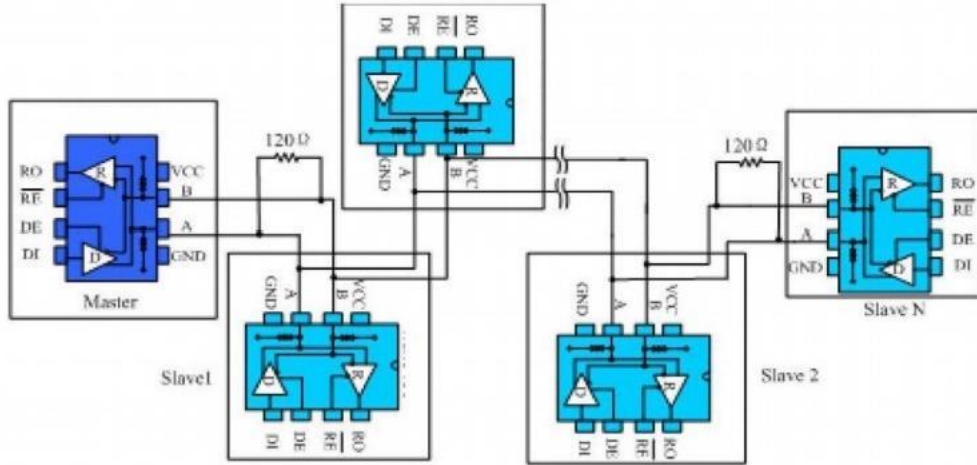

图10手拉手式 **RS485**半双工通讯网络
**手拉手式组网：**又称菊花链拓扑结构，是 **RS485** 总线布线的标准及规范，是 TIA 等组织推荐使用的 **RS485** 总线拓扑结构。其布线方式就是主控设备与多个从控设备形成手拉手连接方式，如图10所示，不留分支才是手拉手的方式。这种布线方式，具有信号反射小，通讯成功率高等优点。